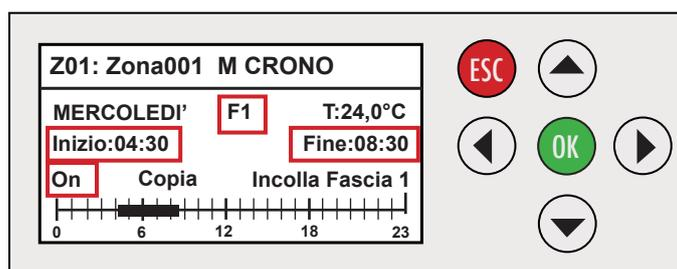

Fig. 159
- 1.2 Premere OK e verificare la schermata (Fig. 159) che indica nuovamente lo stesso giorno riquadrato da una cornice lampeggiante: per cambiare il giorno desiderato per la programmazione agire con i tasti freccia ▲ e ▼.
- 1.3 Spostarsi con il tasto freccia ► su "On" e premere il tasto OK per confermare l'attivazione della fascia oraria F1. (Fig. 159)
- 1.5 Con il tasto freccia ► spostarsi su "Inizio:00:00". Con il tasto freccia ▲ impostare l'ora di inizio (04:30). (Fig. 159)
- 1.6 Con il tasto freccia ► spostarsi su "Fine:04:45". Con il tasto freccia ▲ impostare l'ora di fine (08:30). (Fig. 159)